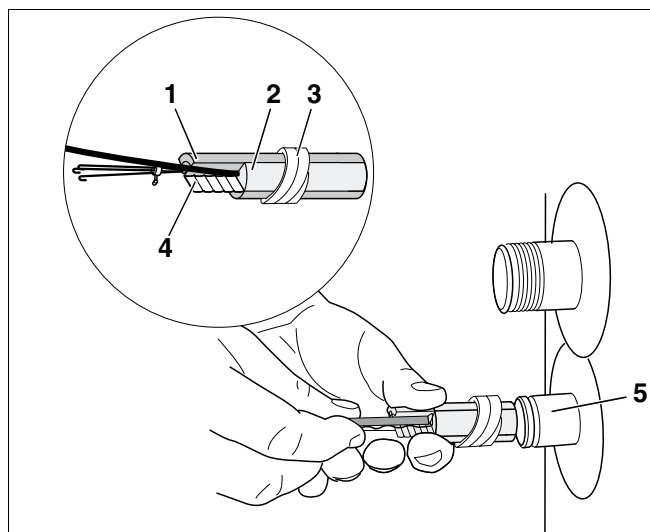

Fig. 7 Montaggio della sonda per temperatura acqua calda
- Inserire il pacchetto della sonda (fig. 7, **pos. 1 - 4**) fino all'arresto sul fondo nel pozzetto ad immersione (fig. 7, **pos. 5**).
In questa fase, la spirale in plastica (fig. 7, **pos. 3**), che tiene insieme il pacchetto della sonda, viene spinta automaticamente indietro.
A mezzo della molla di compensazione (fig. 7, **pos. 4**) viene garantito il contatto tra il pozzetto ad immersione e le superfici della sonda e assicurando così uno scambio sicuro di temperatura.